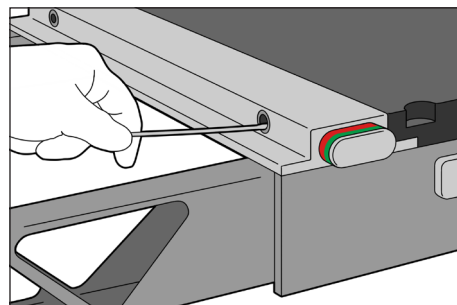

図3
3. 乾燥した綿棒を使用して受け孔の内側をきれいにします。(図3)。
5. 乾燥した綿棒を使用して浮いた糸くずや残渣を拭き取ります。(図3)。